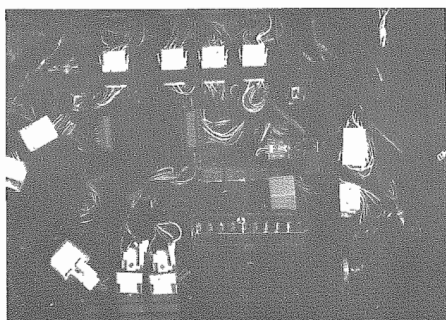

Fig. 3 - Centralina posta sotto la plancia
- La centralina posta sotto la plancia, lato passeggero, è accessibile rimuovendo il tappo di rivestimento ed aprendo lo sportello vano centralina (**Fig. 3**).